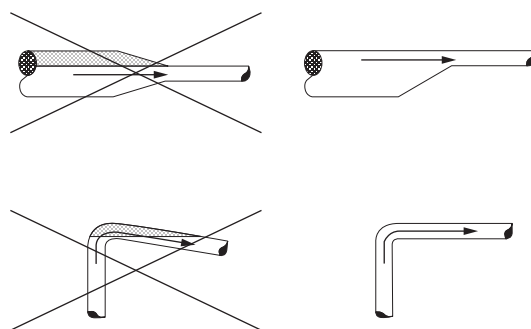

Рис.5. Конфигурация трубопроводов на всасывающей стороне
- Монтаж трубопровода должен быть выполнен таким образом, чтобы отсутствовала возможность образования воздушных пробок во всасывающем трубопроводе. (Рис. 5)